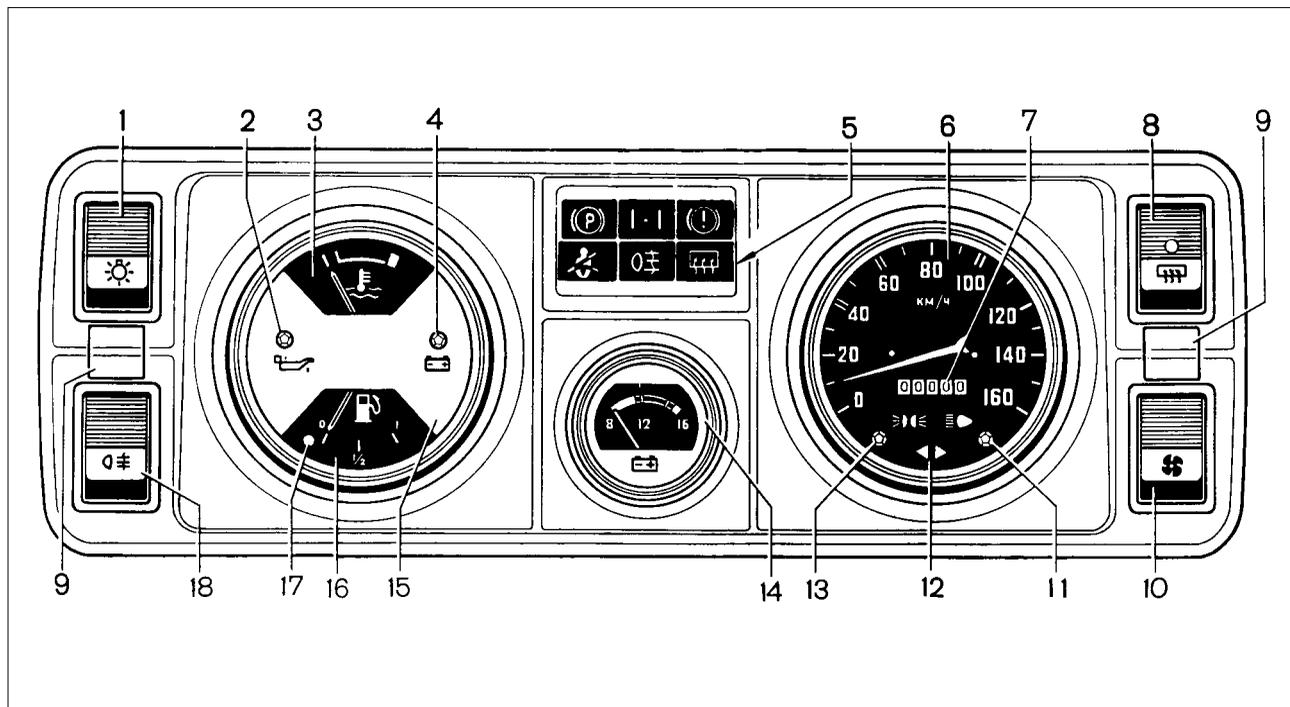
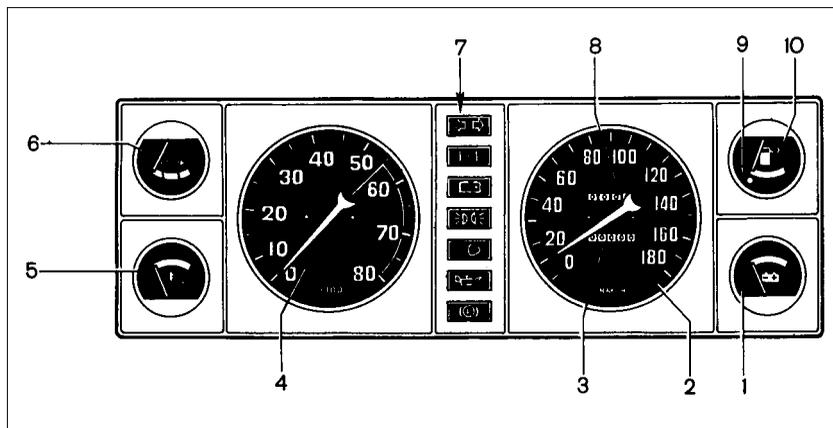

Рис. 19. Щиток приборов
Рис. 21. Комбинация приборов
- 1 (рис. 19) – переключатель наружного освещения.
1 (рис. 21) – вольтметр (см. поз. 14, рис. 19).